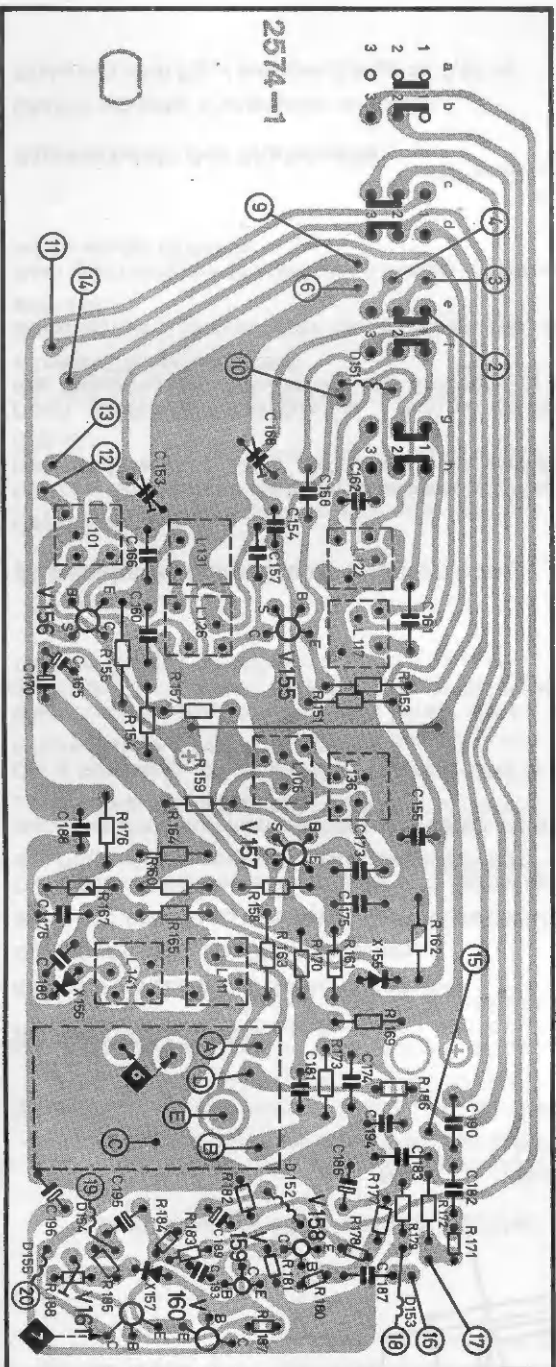

Fig. 7
- 2.2 In die Kollektorleitung von V 161 <7> Fig. 7 ein Milliamperemeter schalten (Multavi V, Meßbereich 15 mA).
- 3.7 Bei FM ein hochohmiges Voltmeter ($R_i \geq 50 \text{ k}\Omega/\text{V}$) parallel zu R 58 anschließen, <6>, Fig. 7.
- 3.7 For FM alignment connect VTVM ($R_i \geq 50 \text{ k}\Omega/\text{V}$) parallel to R 58, <6>, fig. 7.
- 2.2 Connect an ammeter (Multavi V, measuring band 15 mA) to the collector lead of V 161 <7>, fig. 7.